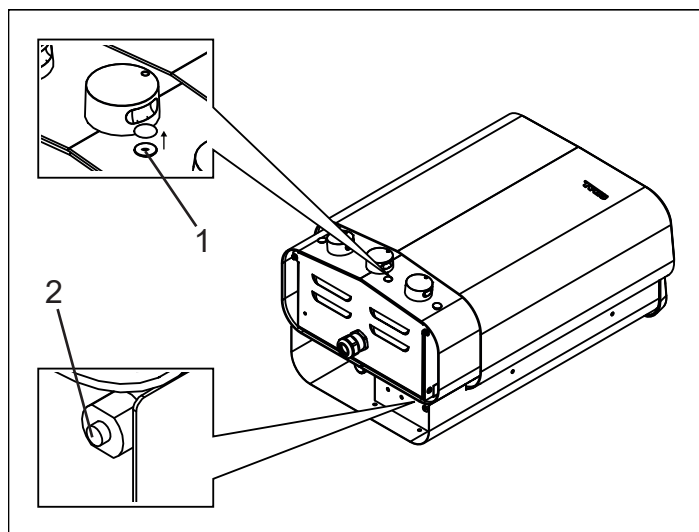

Рис. 8: Сброс температурных выключателей
• **Нагреватель** - Температурный выключатель в нагревателе предназначен для защиты компонентов, трубчатых элементов и деревянных конструкций в сауне от перегрева. Под черной заглушкой на передней части нагревателя справа от регулятора термостата расположена красная кнопка сброса, которая должна находиться в нажатом положении (см. рис. 8). В случае срабатывания выключателя, кнопка зафиксирована в неподвижном положении и после перезапуска «отщелкнет». В случае если срабатывания выключателя не произошло, то после перезапуска кнопка будет пружинить.
• **Резервуар для воды** - Температурный выключатель в резервуаре предназначен для защиты нагревательного элемента от выпаривания досуха. Под нагревателем расположена красная кнопка сброса, которая должна находиться в нажатом положении (см. рис. 8). В случае срабатывания выключателя, кнопка зафиксирована в неподвижном положении и после перезапуска «отщелкнет». В случае если срабатывания выключателя не произошло, то после перезапуска кнопка будет пружинить.